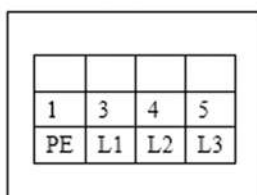

Figura 22
- Conexão da fonte de alimentação: os fios de conexão trifásicos e de quatro linhas de 400VAC (fio de cabo de 4x1,5mm²) para a fonte de alimentação são conectados aos terminais de entrada L1, L2, L3 e ao fio terra PE rotulados na caixa de controle. O fio terra PE é primeiramente conectado sob o parafuso marcado como terra (Figura 22) e, em seguida, conectado sob o parafuso marcado como terra das duas plataformas.